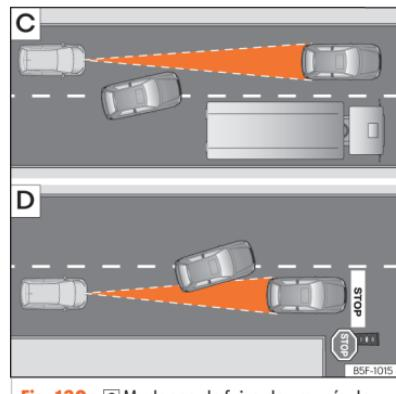

Fig. 120 **C** Mudança de faixa de um veículo. **D** Veículo em circulação e outro parado.
- Veículos que mudem para a faixa na qual circula a pouca distância do veículo **»» Fig. 120 C.**
O ACC não reage perante veículos detidos. Se, por exemplo, um veículo detetado pelo ACC roda ou se afasta e em frente do mesmo se encontra um veículo parado, o ACC não reagirá face a este último **»» Fig. 120 D.**